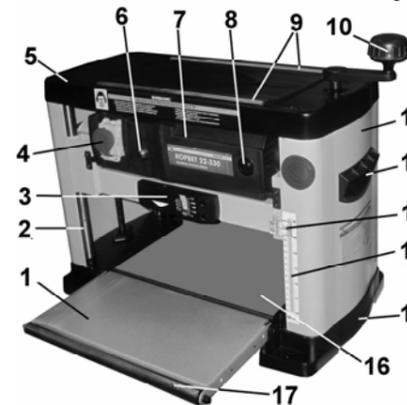

Рис. 2
### 9. УСТРОЙСТВО МАШИНЫ И ОРГАНЫ УПРАВЛЕНИЯ, Рис. 2÷4
#### 10.4. Юстировка роликов удлинителей стола, Рис. 2÷ 7.
### 11.1. Магнитный пускатель и тепловой прерыватель, Рис. 2; 7.
### 11.2. Предварительное строгание, Рис. 2÷4.
Ручкой (10), Рис.2, по указателю (13) на шкале (14) установите положение, соответствующее максимально толстому участку заготовки, после чего установите глубину строгания.
11.2.3. Заготовку подавайте обработанной (фугованной) стороной вниз по поверхности рабочего стола (16) со стороны переднего удлинителя стола (1) до момента захвата заготовки протяжными роликами (автоматическая подача); по необходимости поддерживайте заготовку, не форсируя и не замедляя скорость прохождения заготовки, Рис.2.
### 11.3. Регулировка размера строгания и установка указателя шкалы, Рис. 2; 8÷10.
### 11.4. Чистовое строгание и дополнительные операции (Рис. 2)